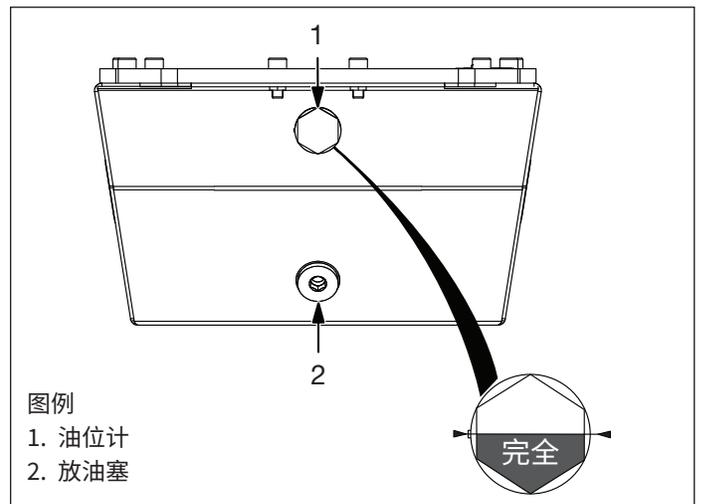

图 8, 油位计和放油塞
2. 检查压力表指示是否为零 (0)psi/bar。进行此步骤之前需确保所有的液压压力均已释放。如果气压计上指示有压力,请按照本手册第 9.2 节泄压。
5. 通过油位计,目视检查油位。油位位于液位计底部和顶部的中间时,则表示邮箱已满。参见图 8。
5. 将合适容量的滴油盘或容器放到液压油箱排油塞下方。参见图 8。